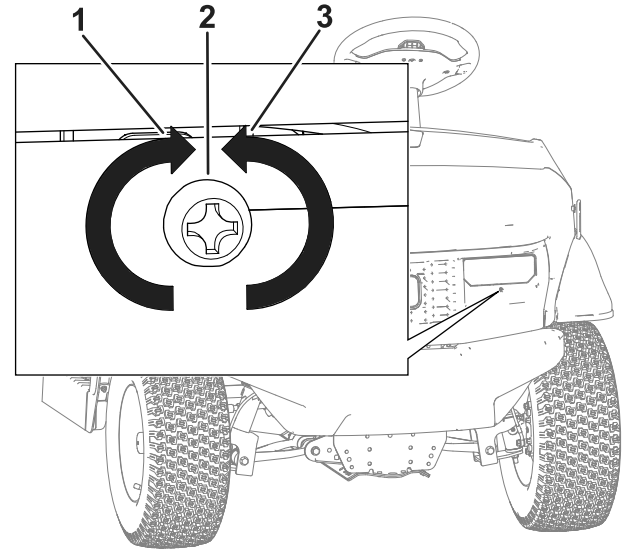

Figure 56
- À l'avant du phare, tournez la vis de réglage pour faire pivoter le phare et aligner la position du faisceau projeté (Figure 56).